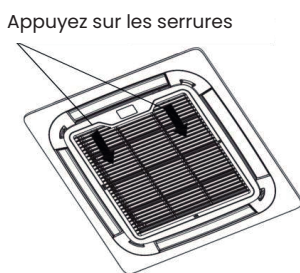

Figure 1
1. Déposer la grille d'entrée d'air en appuyant sur les 2 verrous sur la grille (Figure 1).